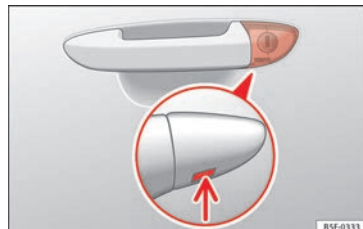

Fig. 4 Poignée de la porte du conducteur : barillet de serrure caché.
- Introduisez le panneton dans l'ouverture inférieure du cache de la poignée de la porte du conducteur » **fig. 4** (flèche) et soulevez le cache.